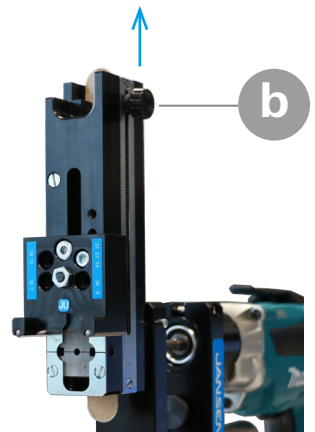

Abb. 3
2. Vorschubknopf (b) ganz nach oben schieben und einrasten lassen (Abb.3)